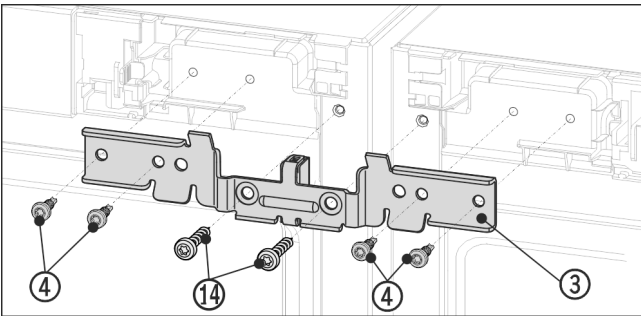

Fig. 12 Shembull ilustrues
- ▶ Shtyni profilin Fig. 12 (3) me pjesën distancuese midis pajisjeve dhe mbi kunja. Mbërtheni lirisht profilin me katër vidat Fig. 12 (4) dhe me vidat e tokëzimit Fig. 12 (14) të hequra më parë, duke i mbërthyer në mënyrë të alternuar djathtas dhe majtas.